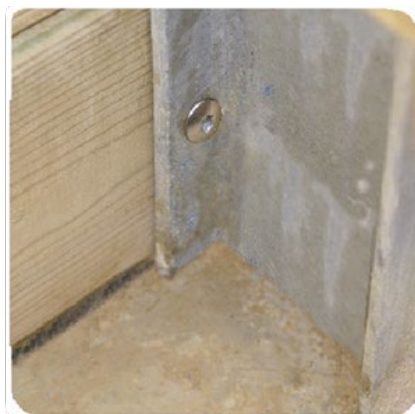

Figura 9 – Bloqueo de los tablonos en los puntales metálicos
- en los 4 puntales (están perforados previamente, como se muestra en *Figura 9*) utilizando 36 tornillos torx A2 torx 6 × 30 de acero inoxidable A2 (bolsa D);